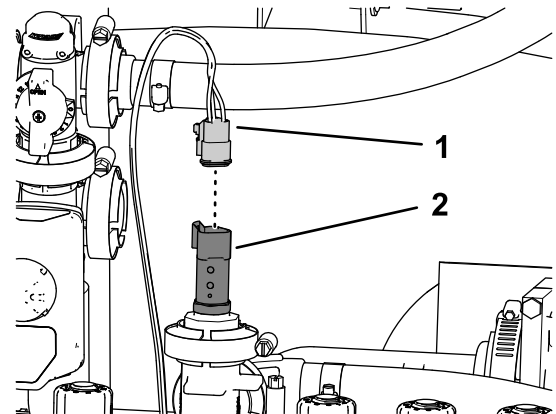

Figura 133
1. Inserte el conector hembra de 3 vías de la rama de 61 cm del arnés de cables del kit marcado PRESSURE TRANSDUCER GREEN WEDGE en el conector de 3 pines del arnés del transductor de presión (Figura 133).